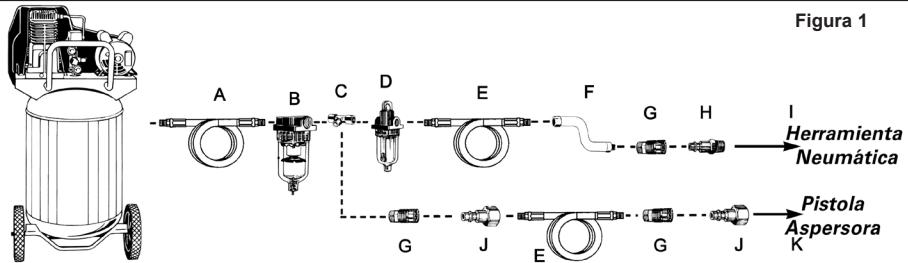

Figura 1
6. Conecte la herramienta al acoplador rápido de la manguera de aire. **NOTA: Se recomienda utilizar una manguera de conexión flexible con un cabezal giratorio (P012-0079SP - no incluida) para evitar que la manguera de aire se doble, enrosque o gaste demasiado (ver figura 1 para las conexiones recomendadas).**
Para conservar el funcionamiento óptimo de la herramienta neumática, debe ser lubricada cada vez que se utiliza. Las partículas, el polvo, el óxido y los residuos de aceite se acumulan dentro de la herramienta y reducen su desempeño. Se recomienda utilizar un engrasador en línea para una lubricación automática adecuada de la herramienta (ver Figura 1). Si no dispone de un engrasador en línea, puede lubricar la herramienta de forma manual a través del orificio de entrada (ver Figura 7).